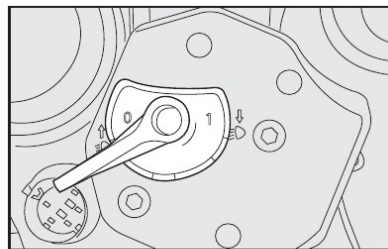

fig. 117
#### Regulador no farol - figs. 117, 118 e 119
**Posição 0-fig. 117** - com veículo com carga normal.